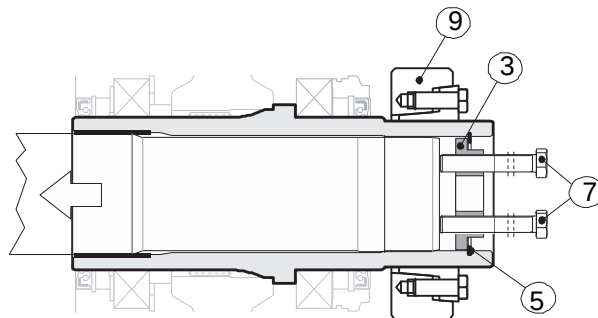

fig. 17
Inserire nei due fori filettati presenti sul fondello (pos. 3) n° 2 viti (pos. 7), avvitare fino ad appoggiarle all'albero della macchina (pos. 1), quindi continuare ad avvitare in modo alternato, facendo al massimo un giro per volta (vedi fig. 17).